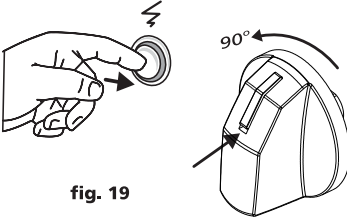

fig. 19
**1. Encendido electrónico con botón.-** Accione el pulsador marcado  y mientras lo tiene presionado gire la perilla del quemador en sentido anti-horario a la posición máxima (que corresponde a 90° de giro desde la posición Off). (**fig. 19**). Luego de que el quemador encienda, libere el pulsador y seleccione el tamaño de la llama.